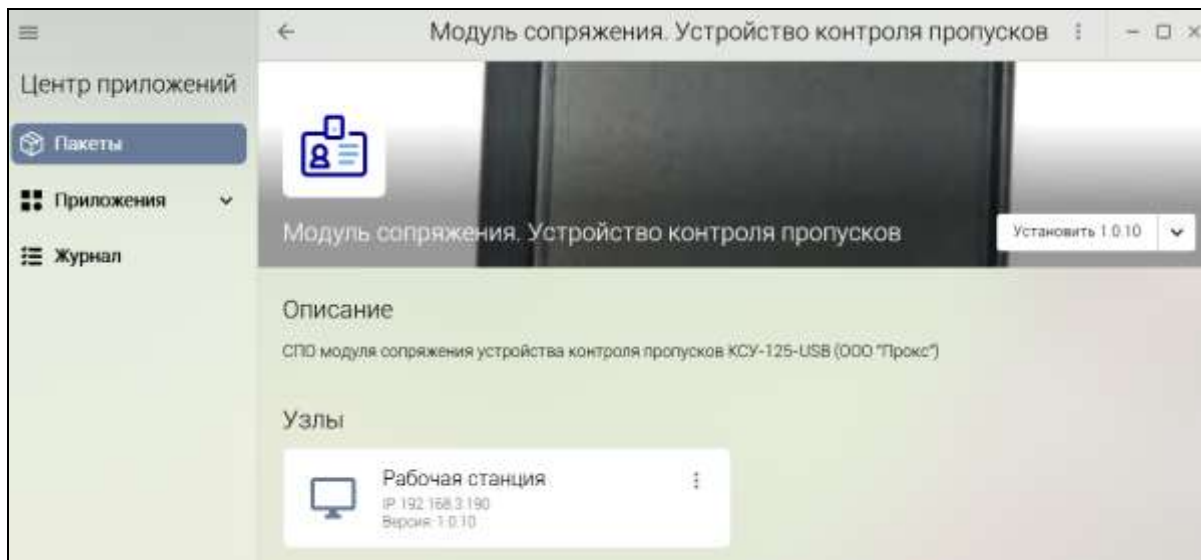

Рисунок 7 — Центр приложений
– в случае успешной загрузки дистрибутив регистрируется в системе и готов к установке. Все зарегистрированные дистрибутивы отображаются в окне **Пакеты**, для того чтобы получить информацию о релизе зарегистрированного СПО достаточно кликнуть по соответствующей карточке, также в карточке перечислены узлы системы, на которых уже установлено данное СПО (Рисунок 7).